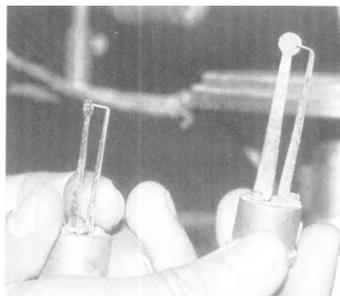
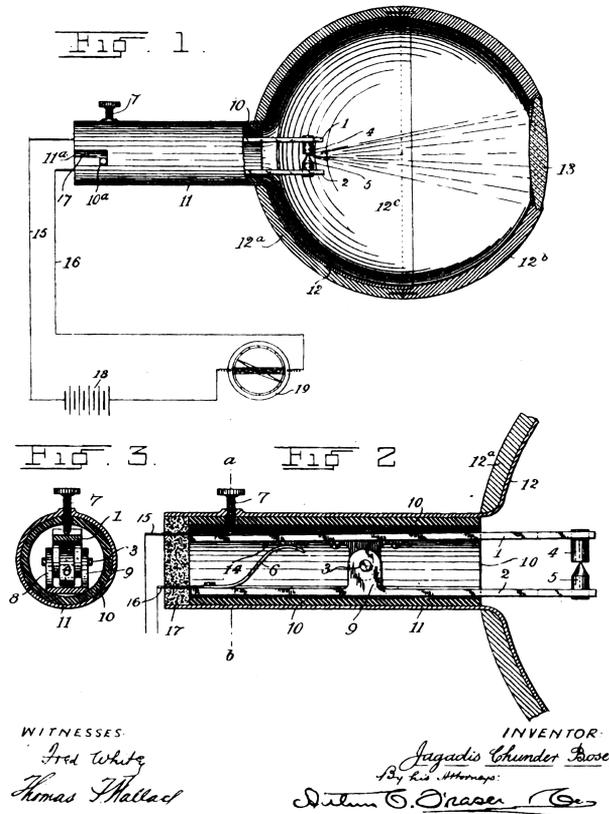

图 1.5 为 Bose 所用的实际的检波器
图 1.6 Bose 的热度计(bolometer)专利(第 1 页)
尽管有这种荒唐的实验,大多数有关相干器的研究是基于一种模糊的感觉,即相干器(或称金属粉末检波器,下称检波器)的工作取决于非理想接触的某种神秘的性质。基于这个直觉的、各种几乎同时进行的对各类点接触晶体检波器的试验都没有成功。这一类器件的第一个专利是在 1901 年由著名的 Jagadish Chandra Bose 申请的。这个专利是关于采用方铅矿(硫化铅)的检波器^⑪,见图 1.5 与图 1.6。这个检波器利用的是半导体的高电阻温度系数,而不是